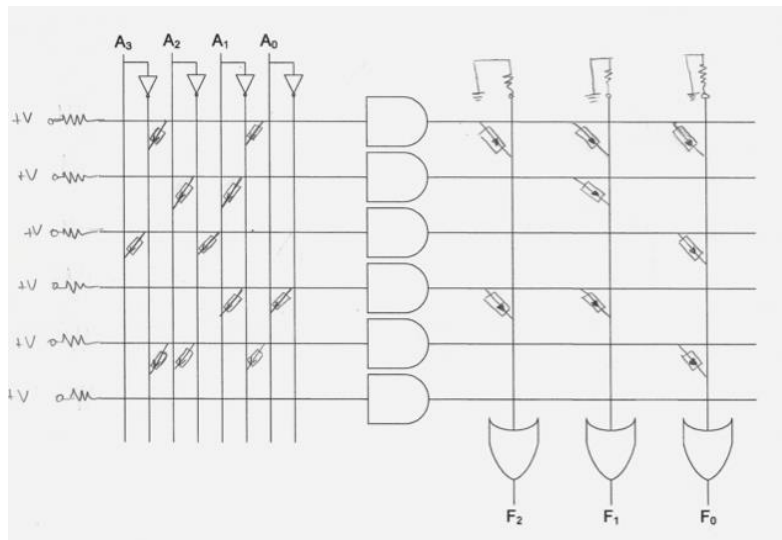

Figure 4
- b. i. Donnez les fonctions de sortie ( $F_0$ ,  $F_1$ ,  $F_2$ ) du circuit programmable illustré dans la Figure 4.
ii. Spécifiez le type de circuit programmable représenté à la Figure 4.